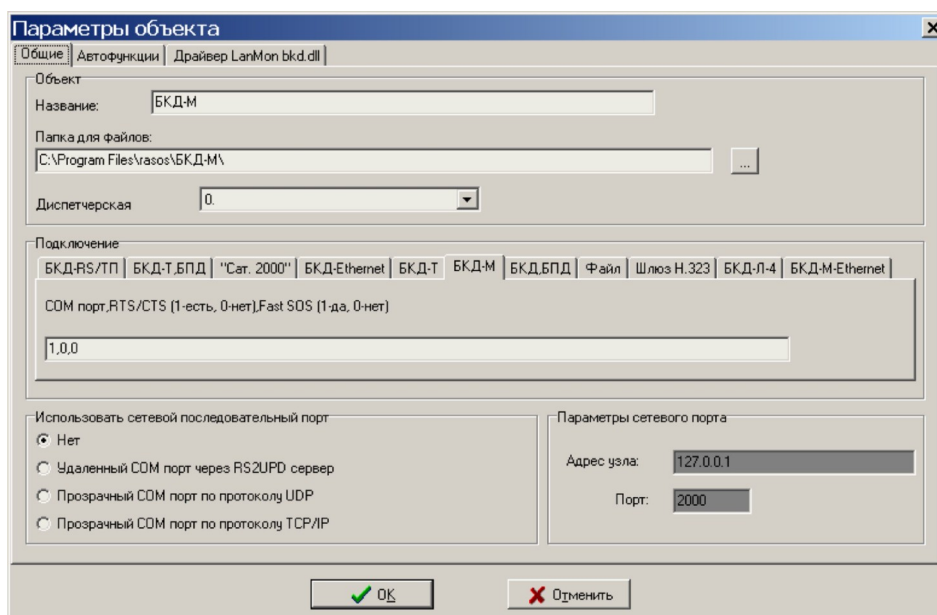

Рисунок 10
2) Подготовить ПЭВМ к работе, загрузить ПО RASOS, создать новый объект БКД-М, установить параметры подсоединения (рисунок 10).